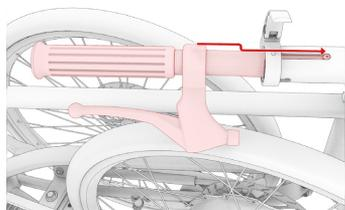

Abb. 1.2
- ② Öffnen Sie den Kabelbinder am Steuerrohr mit einer kleinen Zange und entnehmen Sie dem Kunststoffbeutel den Sicherungssplint.
- ③ Öffnen Sie die Kabelbinder mit denen die beiden Lenkerenden an den Laufrädern gesichert sind.
- ④ Setzen Sie die beiden Lenkerenden in das horizontale Hauptrohr ein (Abb. 1.1). Achten Sie dabei auf die richtige Position der Lenkerenden. Die Führungsstifte an der Unterseite der Lenkerenden müssen in die Führungsschlitze des Hauptrohrs geführt werden. Schieben Sie die Lenkerenden bis zum Anschlag ins Hauptrohr und schließen Sie die roten Schnellspanner (Abb. 1.2 + 1.3)